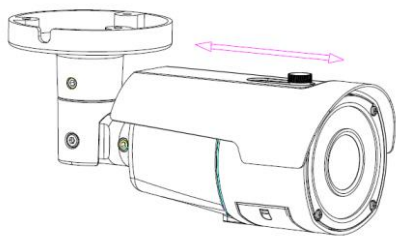

Рис. 4
11. После настройки поля наблюдения в обязательном порядке оцените наличие или угрозу появления фронтальной или боковой засветки, например, солнце, фонарь, встречный свет фар автомобиля, и по возможности попытайтесь отстроиться от нее путем выдвижения козырька (рис. 4).